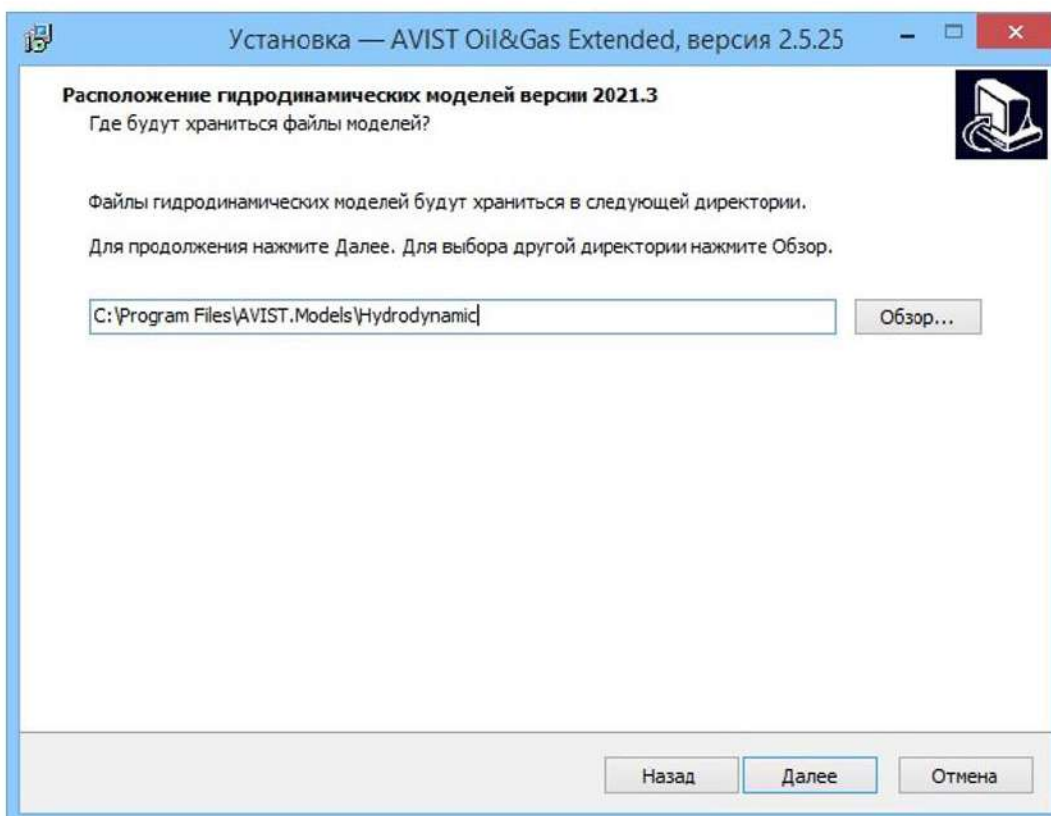

Рисунок 58 - Выбор директории для хранения файлов гидродинамических моделей версии 2021.3
- 12) Выбрать директорию, где будут храниться файлы гидродинамических моделей версии 2021.2.*(1.2), нажать кнопку «Далее» (Рисунок 58).